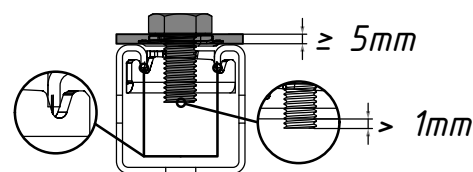

рис.2
2. Монтажные гайки MT-TL/ MT-TL OC закручивать с использованием болта, соблюдая условия, показанные на рис. 2, с моментом затяжки равным:
- MT-TL M8 (OC) – 30 Нм;
- MT-TL M10 (OC) – 30 (40) Нм;
- MT-TL M12 (OC) – 60 Нм,
- MT-TL M16 (OC) – 90 Нм;